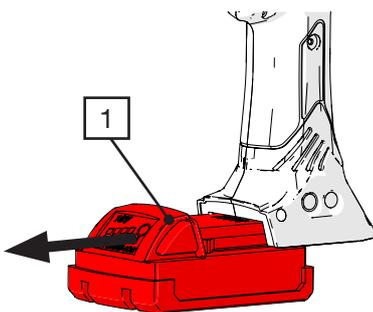

Fig. 5: Rimozione della batteria
2. Rimuovere la batteria (Fig. 5/1) dalla pinza di serraggio.